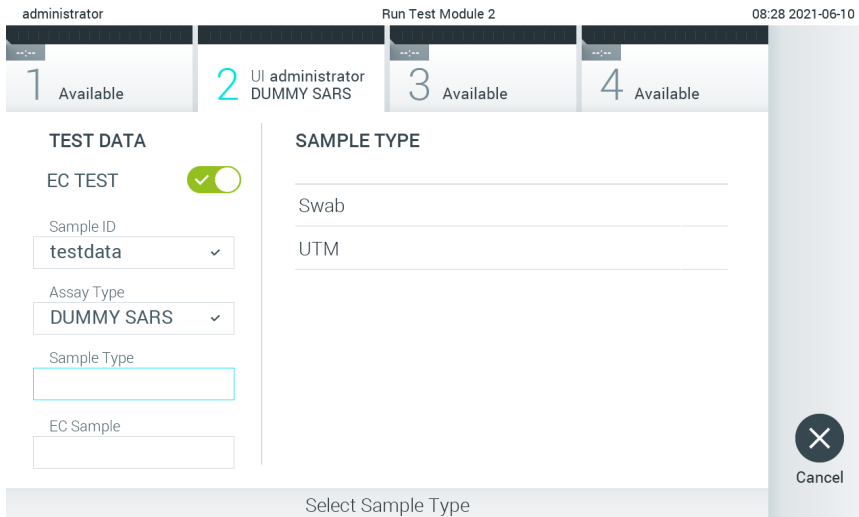

Рис. 91. Вибір типу зразка.
5. За потреби виберіть відповідний тип зразка зі списку (рис. 91).